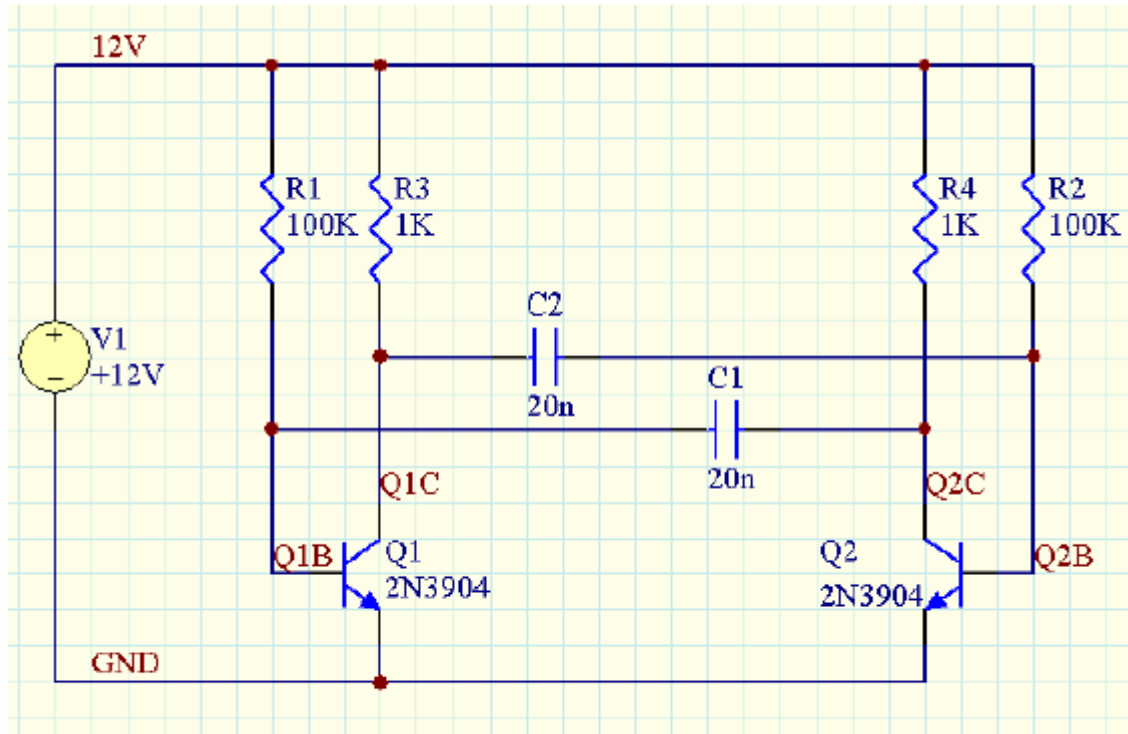

Figure 9. Simulation-ready schematic
- 2、将光标放在与 Q1 基极连接的导线上。参照 Figure 9 的网络标签的放置。左击或按 ENTER 将网络标签放在导线上。